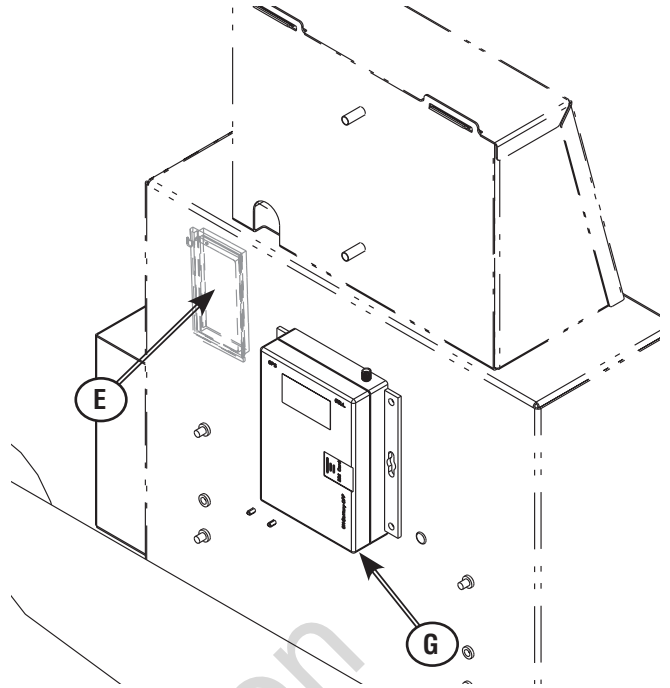

Figura 17
**\* Para los generadores standby horizontales enfriados por líquido consulte la figura 17 en la página 10**